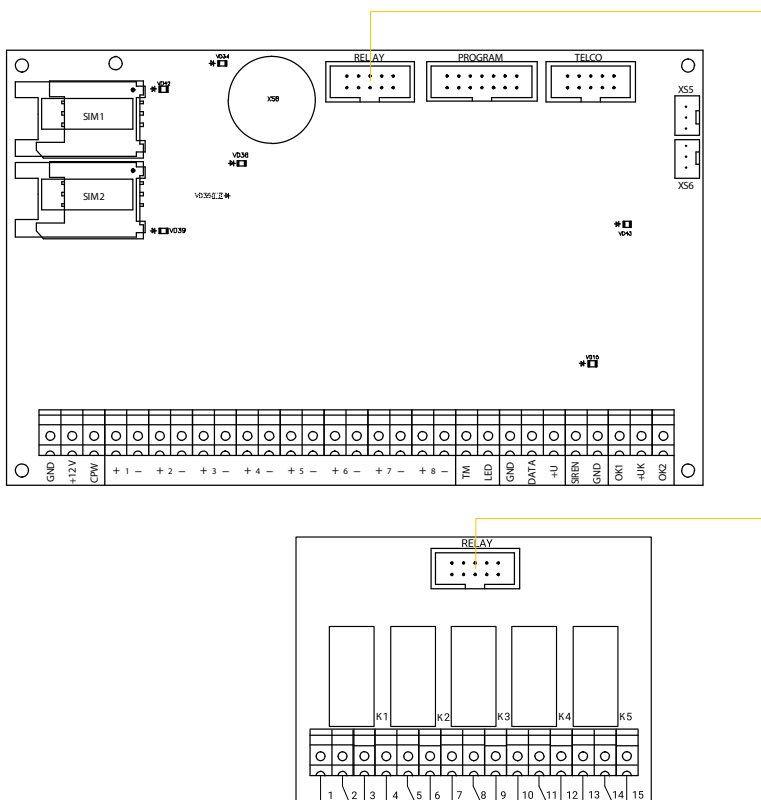

Рисунок 17. Схема подключения реле
- При помощи шлейфа разъёмом RELAY к такому же разъёму охранной панели. Данный способ подключения позволяет организовать дополнительную выносную световую индикацию состояния разделов (до 5) и не требует настройки реле. Работа релейных модулей определяется настройками охранной панели. В этом случае интеллектуальное реле работает и подключается, как обычное (см. рис. 17);